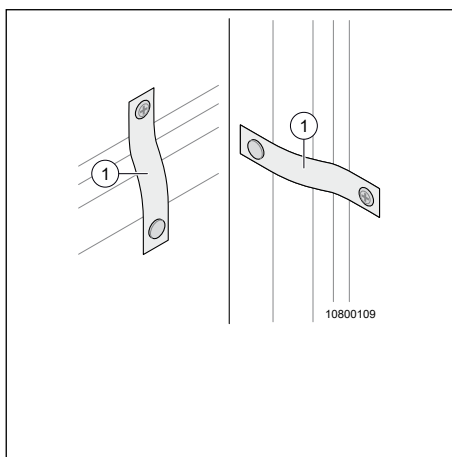

Fig. 71 Låsa duschväggarna
För att öppna duschväggarna, lossa banden med knappar (Fig. 71, pos. 1) och placera duschväggarna i önskat läge.
→ Lås duschväggarna med hjälp av banden med tryckknappar (Fig. 71, pos. 1) under körning.